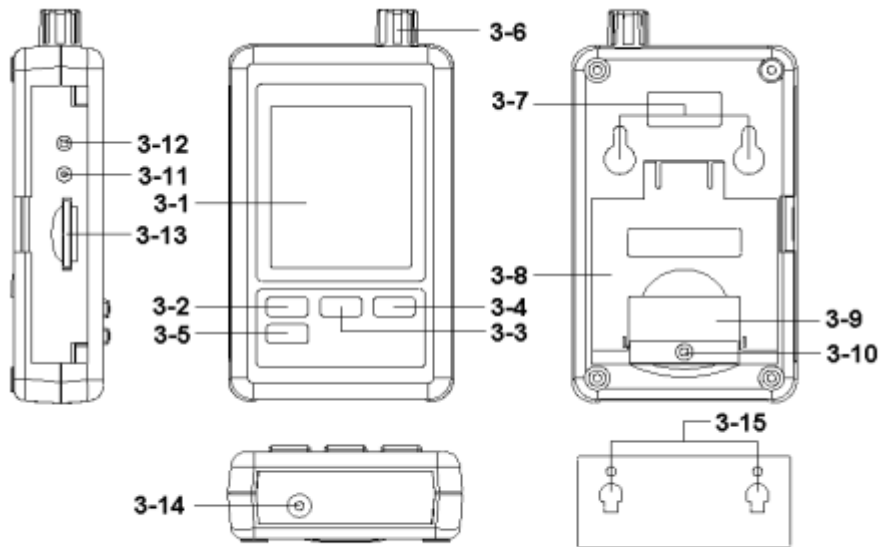

Fig. 1
- Pil kapağı vidasını gevşetin. " (3-10, Fig.1) ve Sayaç "Pil Kapağını" götürmek.
- Pil kapağı pili değiştirdikten sonra güvenli olduğundan emin olun.(3-6, Fig.1).
"SD hafıza kart" hazırlama (1 GB - 16 GB, isteğe bağlı), SD kartın içine " SD kart soket" ekle. (3-13, Fig.1) Doğru yönde olduğuna emin olun.
2 saniyeden fazla sürekli **Logger** düğmesine basınız, Ekran kadar göstergesini göster " VERİ KAYDEDİCİSİ' 'serbest " kaydedici düğmesi " (3-2 Fig. 1)
- 1)Veri kaydedicisi fonksiyonu yürüttükten sonra, SD kart soketinden dışarı çıkarın (3-13, Fig.1)